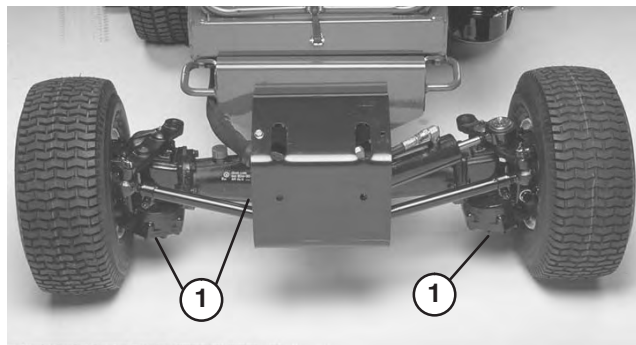

Figure 75
2. Nettoyez la surface autour des bouchons de vidange (Fig. 75).